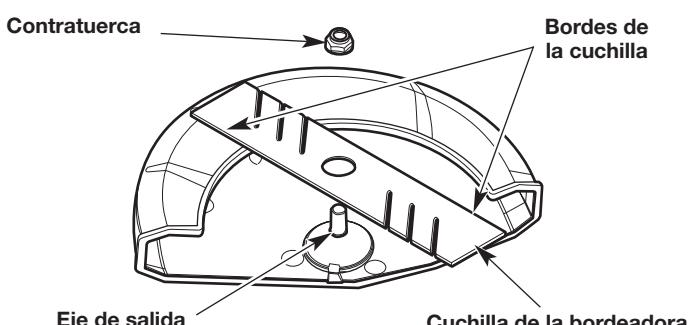

Fig. 13
- Quite la llave Allen, la llave, la contratuerca y la cuchilla de bordeadora (Fig. 13). Guarde la contratuerca para instalar la nueva cuchilla de bordeadora.
- Instale la nueva cuchilla bordeadora y la contratuerca en el eje de salida (Fig. 13). Asegúrese de que los bordes de la cuchilla estén orientados en la dirección correcta (Fig. 13). La unidad no funcionará correctamente si la cuchilla está mirando en la dirección incorrecta.